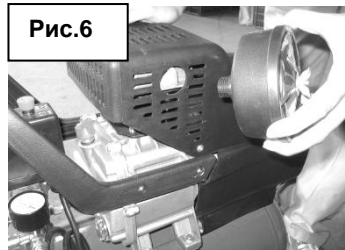

Рис.6
9. Установите воздушный фильтр (Рис.6).